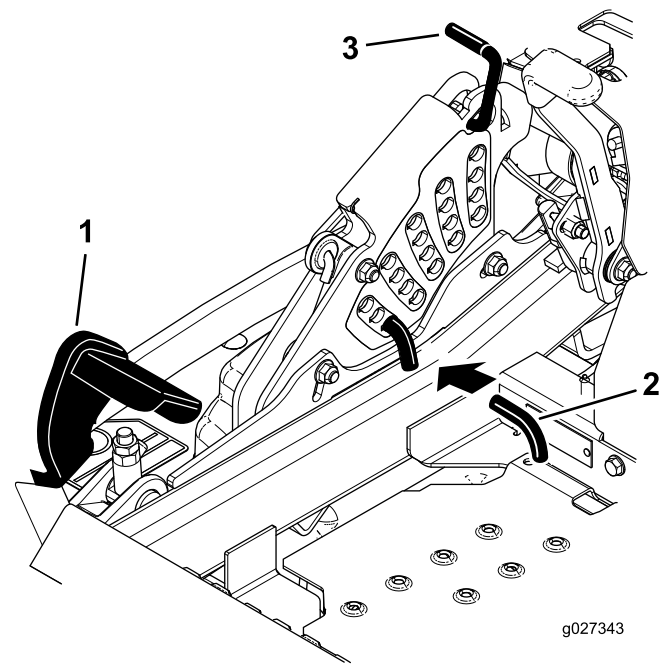

Figura 85
5. Empuje el pedal de elevación de la carcasa hacia delante del todo; la carcasa se enganchará en la posición de transporte de 14 cm (Figura 85).